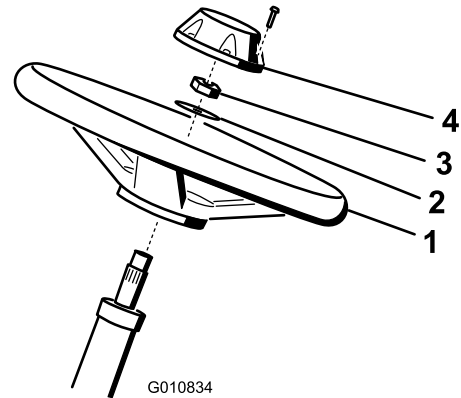

Figura 5
1. Deslice el volante sobre la columna de dirección (Figura 5).
2. Deslice la arandela sobre la columna de dirección (Figura 5).
3. Sujete el volante a la columna con una contratuerca y apriétela a 27 – 35 N·m (20 – 26 pies-libra) (Figura 5).
4. Sujete la tapa al volante con 6 pernos (Figura 5).